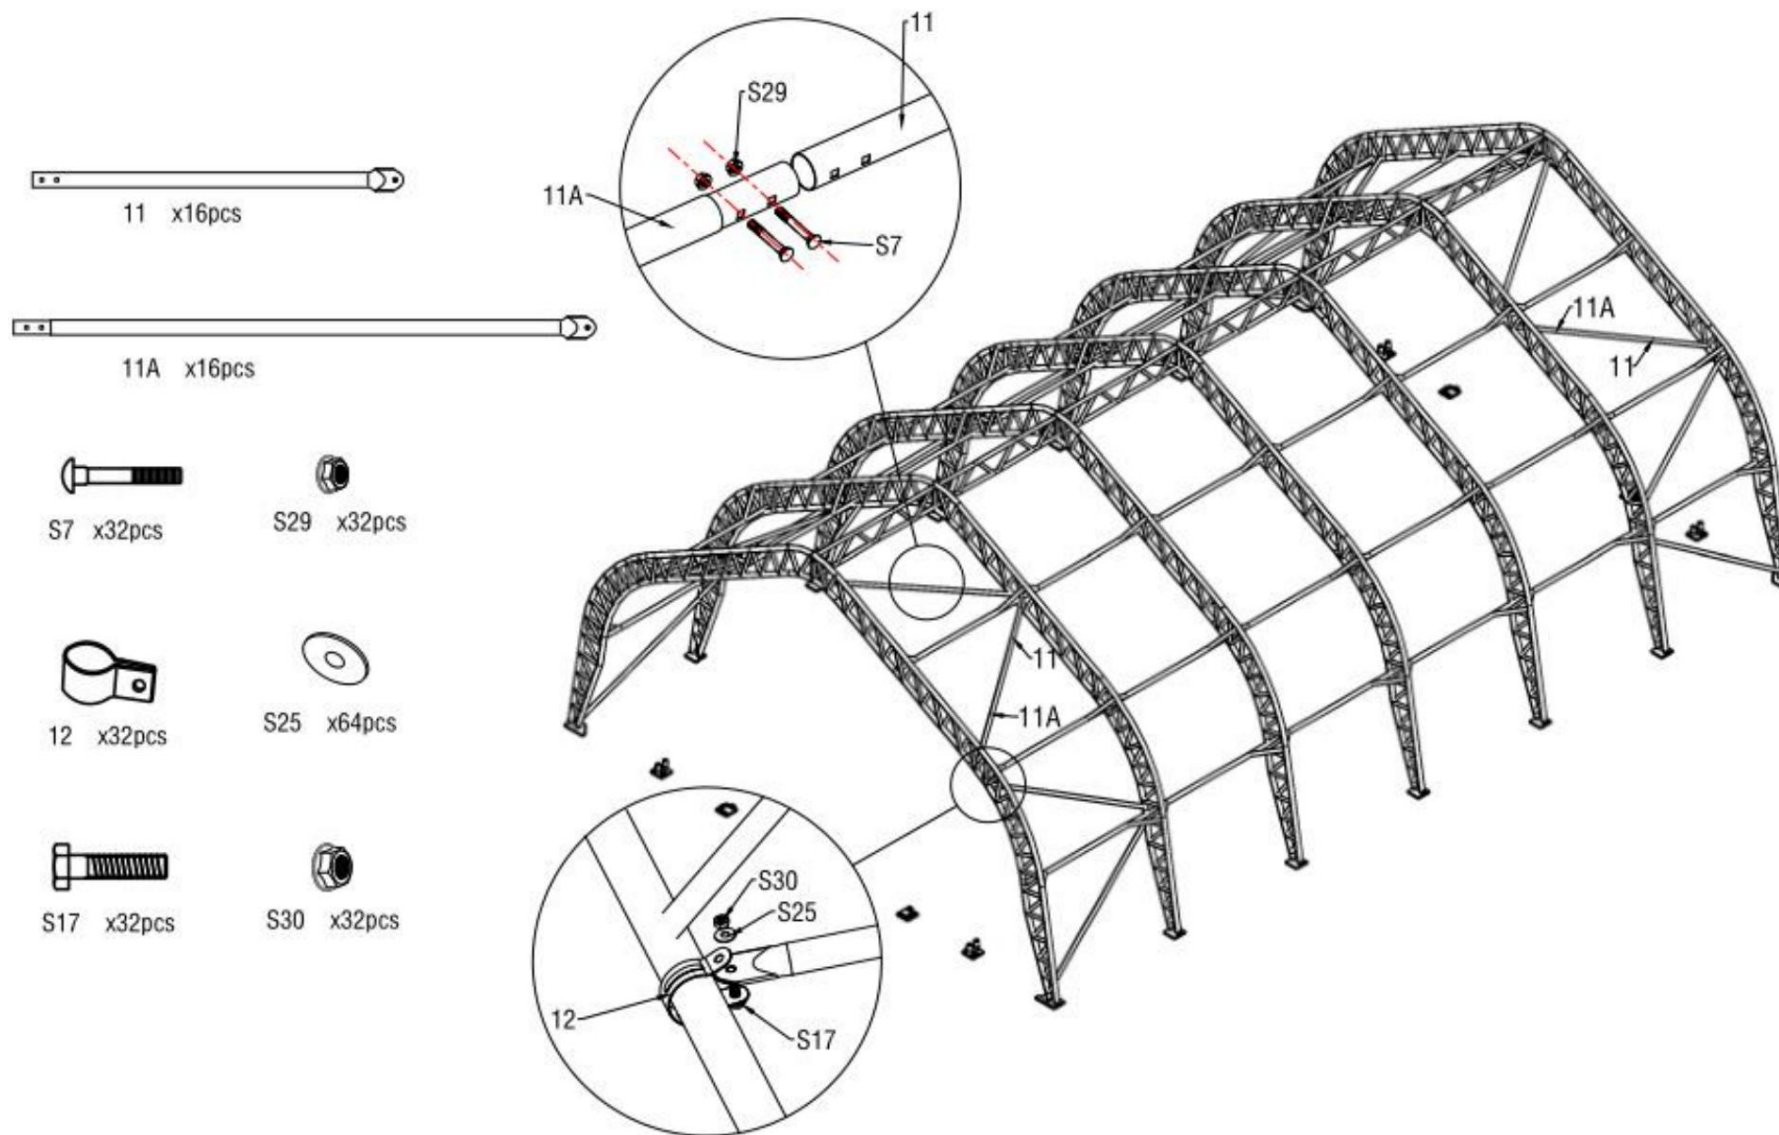

Figure 10
6. Comme illustré à la figure 10, localisez le tube de support diagonal femelle (n° 11) et le tube de support diagonal mâle (n° 11A) et assemblez chaque tube de support avec un boulon de carrosserie M8x60 (n° S7) et un écrou à bride M8 (n° S29). Fixez ensuite le tube de support diagonal à l'arche à l'aide du clip (n° 12).